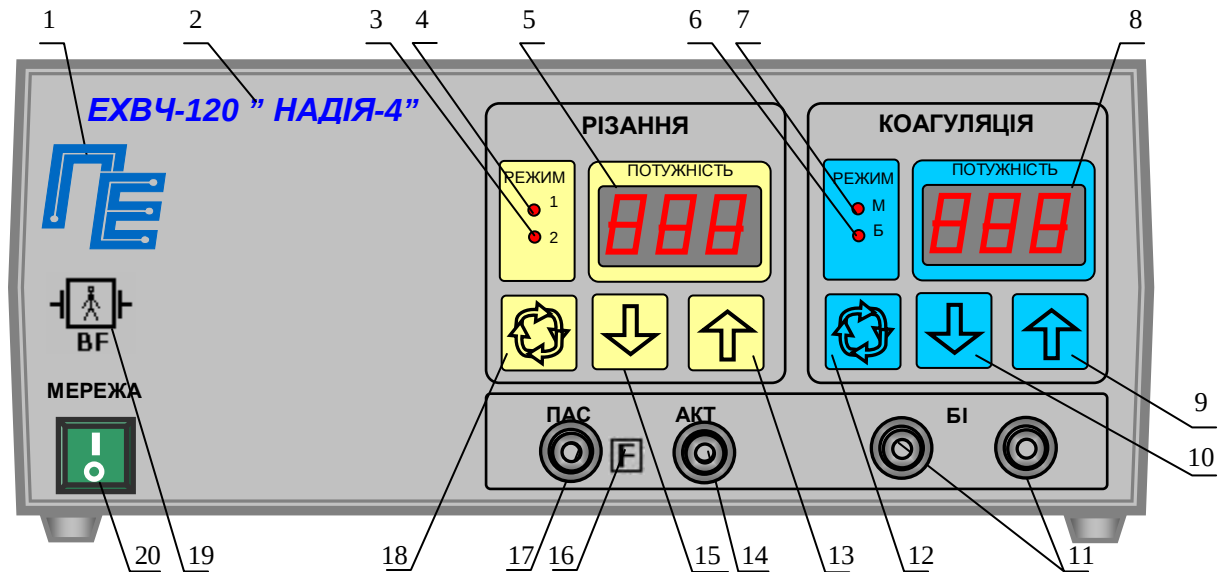
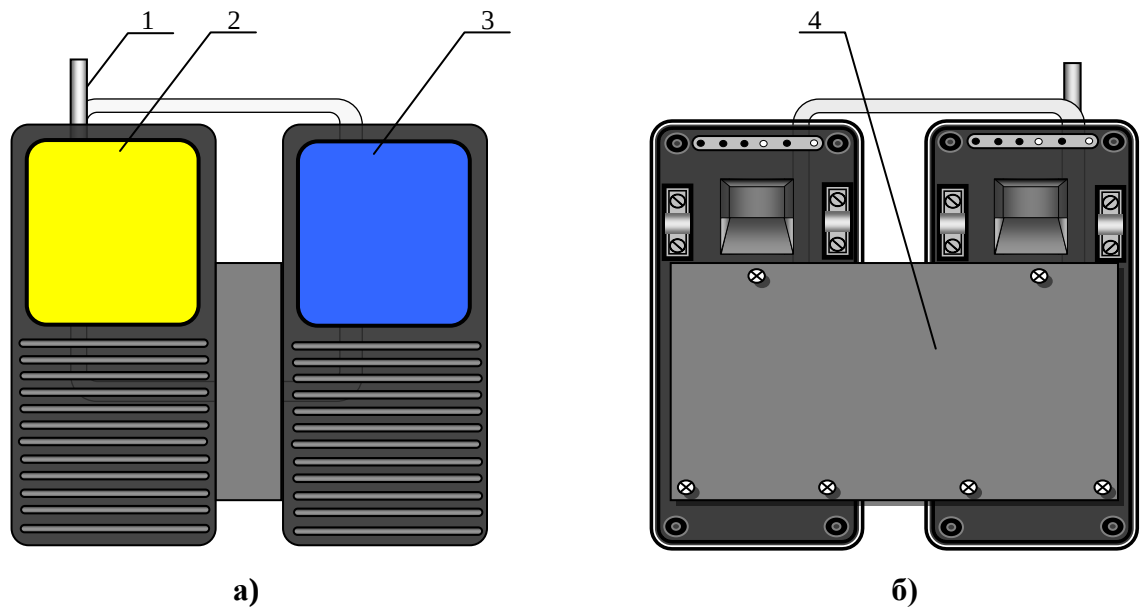

Рис.1. Передня панель електронного блоку.
Рис. 3. Ножна педаль
Конструктивно апарат виконаний у вигляді двох окремих блоків - електронного блоку (рис. 1,2) і ножної педалі (рис. 3).
На передній панелі електронного блоку розташовані наступні органи управління і індикації (рис.1):
Конструкція ножної педалі (рис.3) є підлоговою конструкцією, на якій розташовано дві рухомі платформи: ліва (2) - для включення виду роботи РІЗАННЯ, права (3) - КООГУЛЯЦІЯ.
- включити апарат, для чого встановити вимикач “МЕРЕЖА” в положення “I”. При цьому висвітлюються індикатори: “МЕРЕЖА”, вибраних режимів роботи. На індикаторах (5,8 рис.1) висвітлюються цифри встановленого рівня вихідної потужності;
- перевірити переключення режимів роботи, для чого послідовно натискаючи кнопки (12, 18 рис.1), переконатися, що апарат послідовно перемикає режими 1, 2 для РІЗАННЯ і режимів М, Б для КООАГУЛЯЦІЯ по послідовному загорянню відповідних індикаторів (3, 4, 6, 7 рис.1);
- перевірити регулювання рівня вихідної потужності, для чого, натиснувши кнопки управління (9, 13 рис. 1), переконатися, що відбувається збільшення показань індикатора рівня вихідної потужності, а натиснувши кнопки управління (10, 15 рис.1), переконатися, що відбувається зменшення показань індикатора рівня вихідної потужності. Перевірку провести як для виду робіт РІЗАННЯ так і для виду робіт КООАГУЛЯЦІЯ. Слід пам'ятати, що встановлені рівні вихідної потужності запам'ятовуються для кожного виду і режиму роботи. Види роботи включаються тільки по черзі.